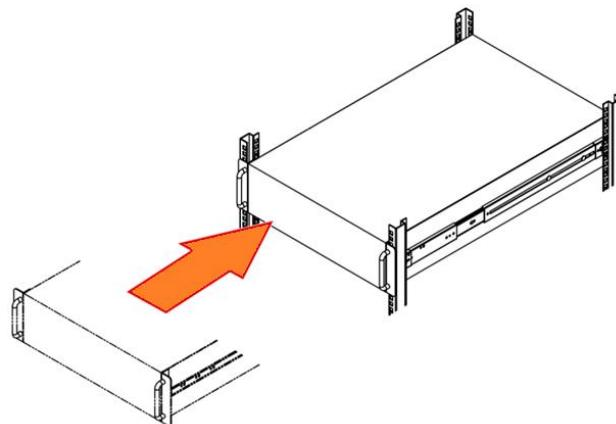

Рисунок 140 - Установка модуля управления в стойку
- 8) Нажать шасси с внутренними каналами в подвижный узел, чтобы завершить установку в стойку (см. Рисунок 140).